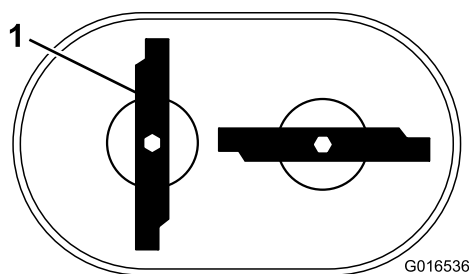

Figura 23
- D. Asegúrese de que la cuchilla instalada está en posición vertical antes de instalar la segunda cuchilla. La segunda cuchilla debe instalarse perpendicular a la primera, siguiendo los pasos A a C. Las dos cuchillas formarán una “T”, como se muestra en la Figura 23.